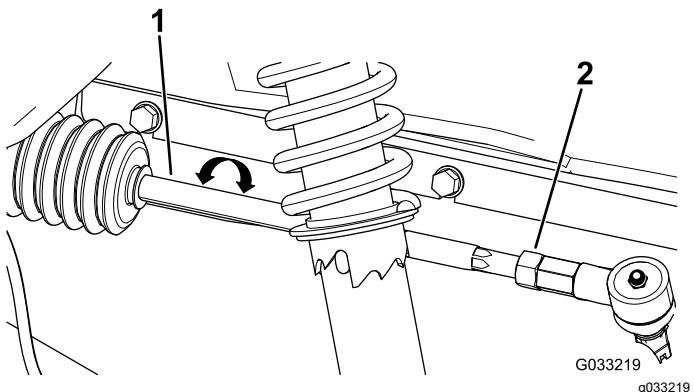

図 48
4. 前後の測定値の差が所定範囲0-6 mmにならない場合は、タイロッドの外側端部にあるジャムナットをゆるめて調整を行う図 48。